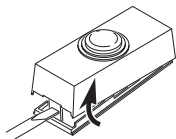
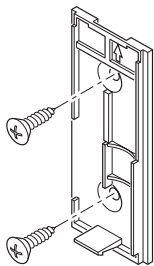

Figura 1
Figura 4
1. **Instalar pila alcalina de botón tipo A23 de 12 voltios (Se incluye).** Extraer la parte posterior de la caja presionando la aleta en el botón con un destornillador pequeño (vea la Figura 1). Vea el diagrama dentro del pulsador para la orientación correcta de la pila.
- **Montaje con tornillos:** Para montar con tornillos, quite la parte de atrás de la caja empujando hacia adentro la lengüeta de abajo con un destornillador pequeño y girando la cuchilla (vea la Figura 1). *Nota:* Quite la suciedad de los orificios para tornillos (si es necesario) antes de poner los tornillos. Coloque la parte de atrás de la caja contra la jamba o la pared (vea la Figura 4). Encaje a presión la parte frontal del pulsador.